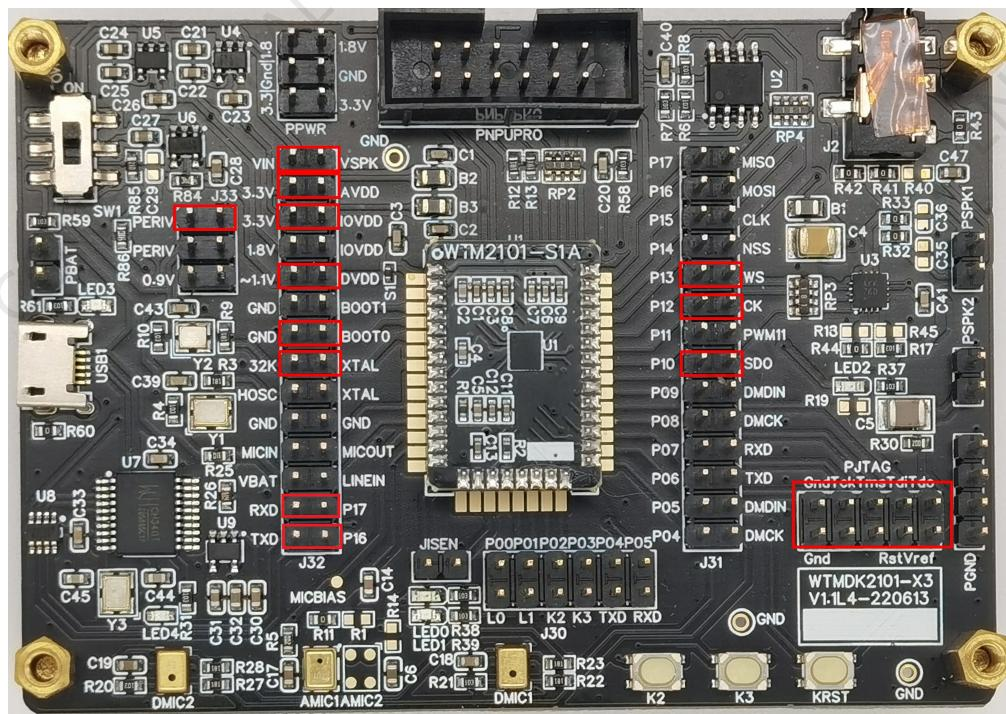

图1. example1 测试接线示意图
• 测试 example1：将 J31 排针的 P10 与 SDO, P12 与 CK, P13 与 WS 相连接，如图1所示；